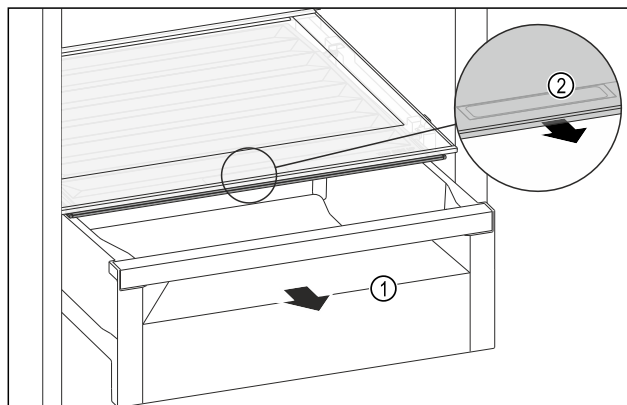

Fig. 110
- ▶ Извлеките выдвижной ящик *Fig. 110 (1)*.
- ▶ Возьмитесь за утопленную ручку *Fig. 110 (2)* на крышке отделения и одновременно потяните крышку отделения вперед.